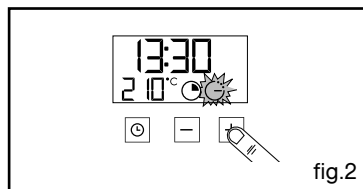

fig.2
L'affichage clignote à 0h00 pour indiquer que le réglage est alors possible (fig.2).
Exemple : fin de cuisson à 13h30 (fig.2).
- Ajustez le temps choisi en appuyant sur les touches + ou - (fig.2).